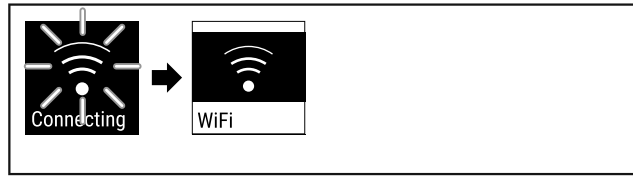

Fig. 85
- ▶ Veza se uspostavlja (pogledajte Fig. 85).